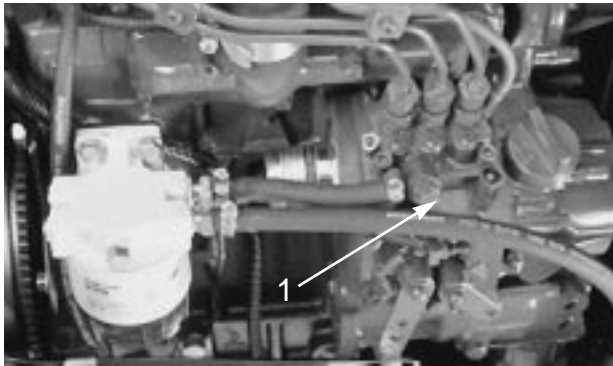

図 25
3. 燃料噴射ポンプについているエア抜きネジをゆるめる（図25）。